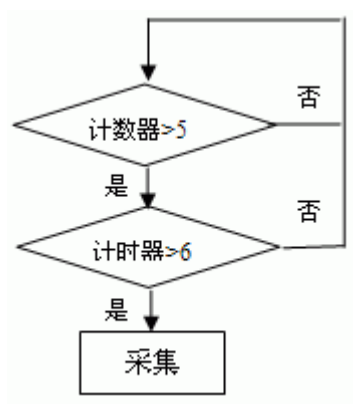
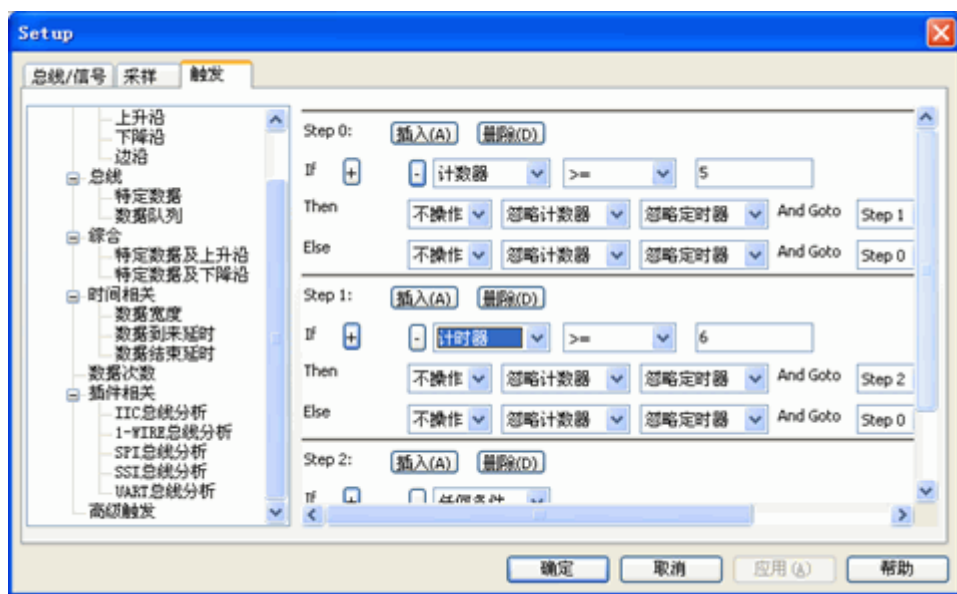

图 7.21 同时使用计数器和计时器的流程图
图 7.22 同时使用计数器和计时器的触发设置
- (1) 最多只能有255个步骤；
- (2) 要采集时，最好跳到最后一个步骤，这个步骤不管条件真假都采集，并且都跳回自己；
- (3) 每一个步骤最多只能有两个条件；
- (4) 这两个条件中只能使用定时器和计数器中的一个。要同时比较定时器和计数器则需要两个步骤。比如要设置计数器大于或等于5并且计时器要大于或等于6，就需要两个步骤。第1个步骤比较计数器是否大于等于5，如果条件不满足跳回到自己，直到条件满足跳到第2个步骤。第2个步骤比较计时器是否大于6，如果条件满足跳到第3个条件开始记录，如果条件不满足就跳回第1个条件。流程图如图 7.21所示，设置如图 7.22所示。；